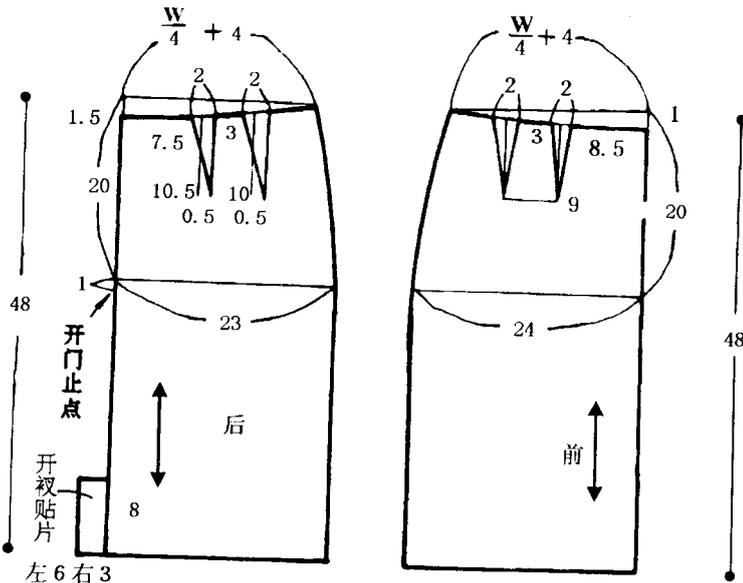

图2-1
1. 此裙的前后裙片及腰头制图方法见图 2-1。在后开衩处，右后裙片贴边留 3cm 宽，左后裙片贴边留 6cm 宽。